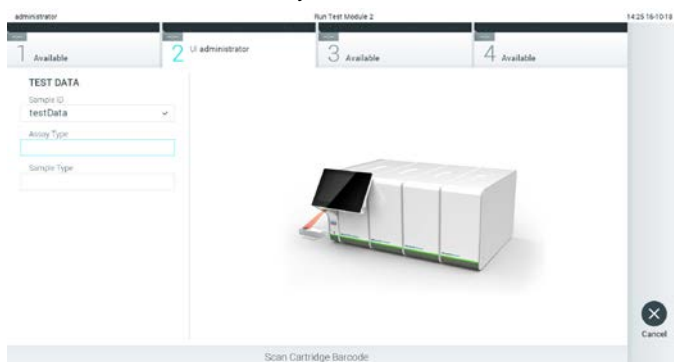

Рис. 24. Сканирование штрих-кода картриджа для тест-системы QIAstat-Dx.
3. При получении соответствующего запроса отсканируйте штрих-код на картридже для тест-системы QIAstat-Dx, который будет использоваться при анализе. По штрих-коду картриджа для тест-системы QIAstat-Dx QIAstat-Dx Analyzer 1.0 автоматически определяет, какой анализ необходимо выполнить (рис. 24, следующая страница).